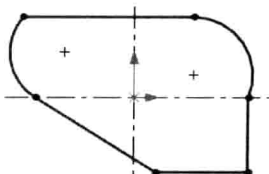

图 1.5 添加几何约束
Step 4 添加几何约束。添加圆弧 1 与直线 1 的相切约束，圆弧 2 和直线 2 的相切约束，直线 3 添加水平约束，直线 4 添加竖直约束，约束后的图形如图 1.5 所示。